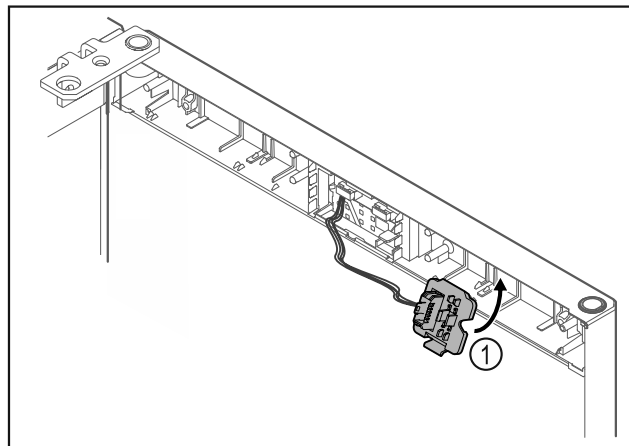

Fig. 21
- Steckerhouder Fig. 21 (1) aan tegenoverliggende zijde vergrendelen.